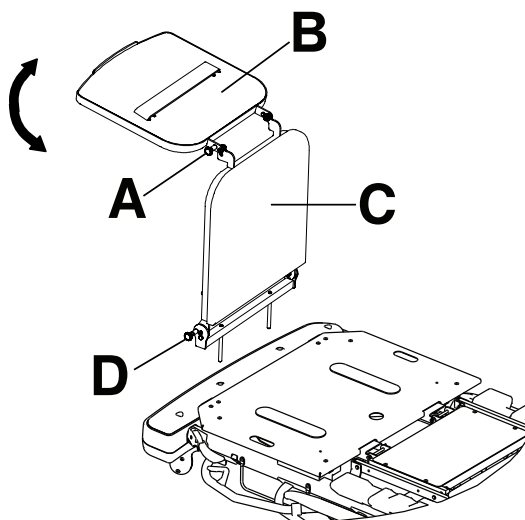

Figura 19 – Bandeja para desfibrilador/extensión para los pies
1. Tire hacia fuera del mando superior (A) (Figura 19).
2. Gire la bandeja para desfibrilador (B) hasta que esté plana sobre el extremo de los pies del producto. Suelte el mando superior (A). Asegúrese de que la bandeja para desfibrilador esté bloqueada en su sitio.
Para convertir la bandeja para desfibrilador/extensión para los pies en una extensión para los pies (Figura 19):